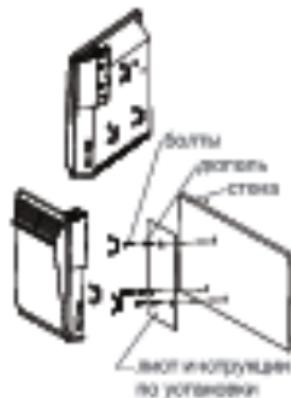

Рис. 4
- достать лист инструкции по установке (A) из коробки и приложить к стене, на место, куда будет установлен прибор. (рис. 4);
Конвектор не требует специального ухода. Перед обслуживанием [уходом] необходимо выключить конвектор из электросети и убедиться что он остыл. Корпус прибора следует время от времени протирать мягкой тряпкой или влажной губкой. Ни в коем случае не используйте абразивные, пенообразующие средства и растворители. Произвести чистку пространства позади установленного на стене обогревателя довольно несложно. Нажмите вниз две защелки [рис. 4] на задней стенке обогревателя, и потяните сам обогреватель вперед. После того, как он будет снят, можно будет вымыть ставку, на которой он был установлен. После завершения уборки установите обогреватель в его нормальное рабочее положение. Рекомендуемая температура и влажность в помещении: